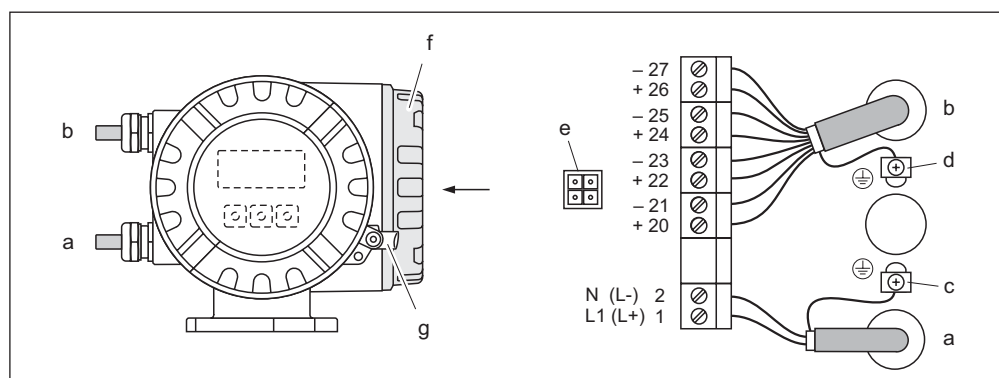

Рис. 21. Подключение трансмиттера (алюминиевый полевой корпус). Поперечное сечение кабеля: макс. 2,5 мм²
- Схема соединений (алюминиевый корпус) → рис. 21